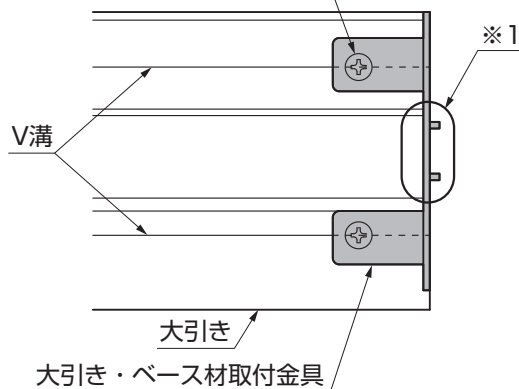

図2-2
- 大引き・ベース材取付金具は穴と大引きのV溝を合わせ、金具中央部のフィンの分(※1)だけが大きく端面から出っ張るように取付けてください。(図2-2参照)